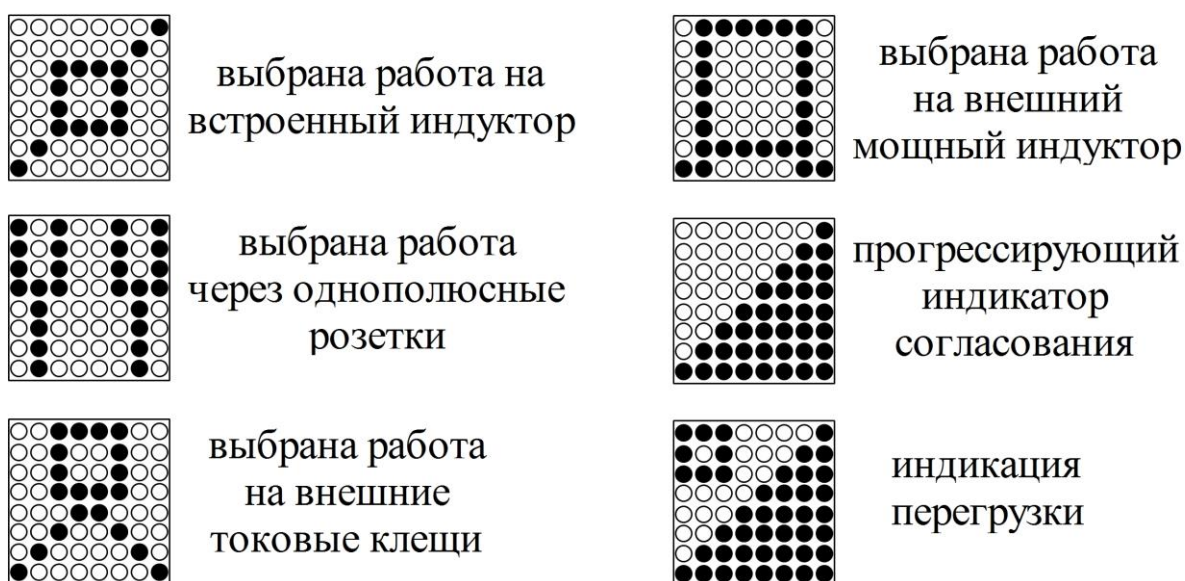

Fig.4
6.7 Semne mnemonice (unele dintre ele doar pentru FCG 102.1) legate de tipurile de sarcini și procesul de potrivire sunt prezentate în Fig. 4